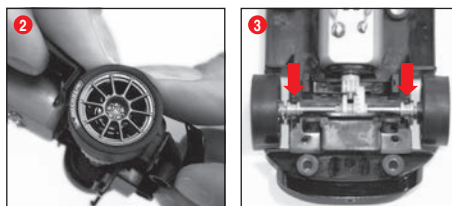

図1に示すとおり、スロットカーの上部を車台から外してください。次に軸をその支承部から押し出して(図2)、新しい軸を差入れてください。軸支承部の位置が正しいかどうか確認してください(図3)。
① ガイドキールは、図1に示すとおり、支持部から丁寧に取り出してください。